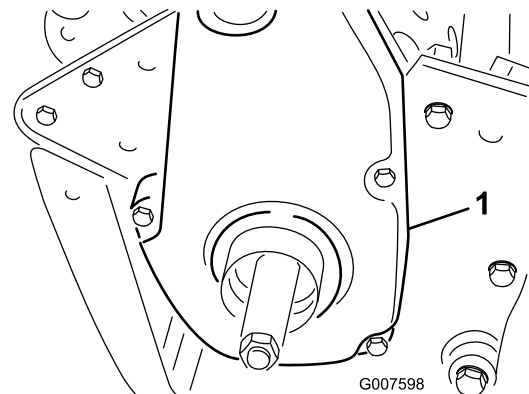

Figura 43
1. Retire las fijaciones de la cubierta de la correa y la cubierta para tener acceso a la correa (Figura 43).